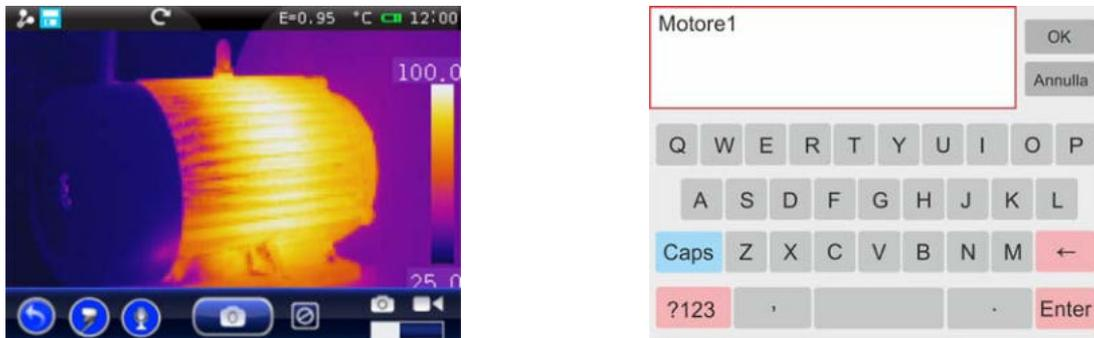

Abb. 63: Einfügen einer Textaufzeichnung
1. Speichern Sie ein Bild wie im § 5.2.4.1 beschrieben. Am Ende der Operation wird die Bedienung des Geräts in Abb. 63 – linke Seite angezeigt.
2. Berühren Sie das Symbol “”. Die Bildschirmseite von Abb. 63 – rechte Seite erscheint im Display.